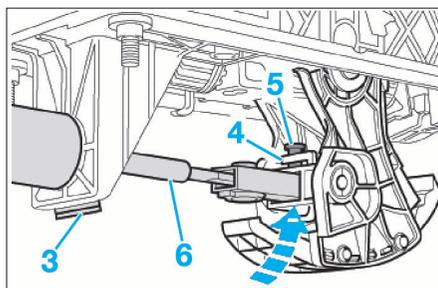

FIG. 32
- Dégrafer la plaque crantée (2).
- Sortir vers le bas l'agrafe de verrouillage (3) du câble du levier sélecteur (Fig.32).